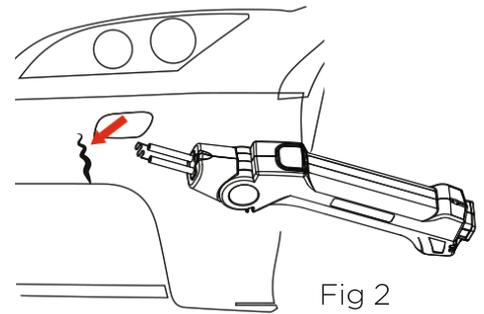

Fig 2
3. Tenir fermement la poignée de l'agrafeuse, aligner l'agrafe sur les fissures à réparer, appuyer sur le bouton de chauffage, l'agrafe sera chauffée et fondra dans le plastique en quelques secondes, tourner légèrement la poignée horizontalement, de sorte que la partie transversale de l'agrafe soit complètement recouverte. Envelopper le plastique fondu pour renforcer la connexion, relâcher le bouton de chauffage et le maintenir pendant 3 secondes, puis retirer le corps de l'agrafeuse. La fusion est terminée (Fig 2).
3. Hold the stapler handle firmly, align the staple to the cracks to be repaired, press the heating button, the staple will be heated and melt into the plastic in a few seconds, turn the handle slightly horizontally, so that the cross section of the staple is completely covered. Wrap the melted plastic to strengthen the connection, release the heat button and hold it for 3 seconds, then remove the stapler body. The fusion is complete (Fig 2).